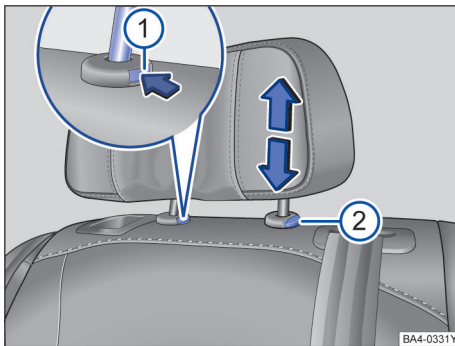

图 78 拆卸和安装后排头枕
- 用手按住按钮 → 图 78①。
- 同时按压按钮②，另一人将头枕完全拔出。